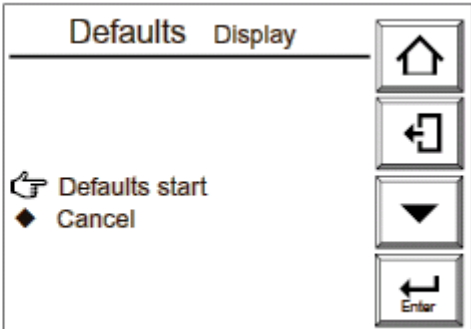

图 10.12 初始化开始显示
- (4) 选择期望的初始化项目以显示“缺省值”显示。如图 10.12。
- (5) 选择缺省开始。初始化随后就开始。